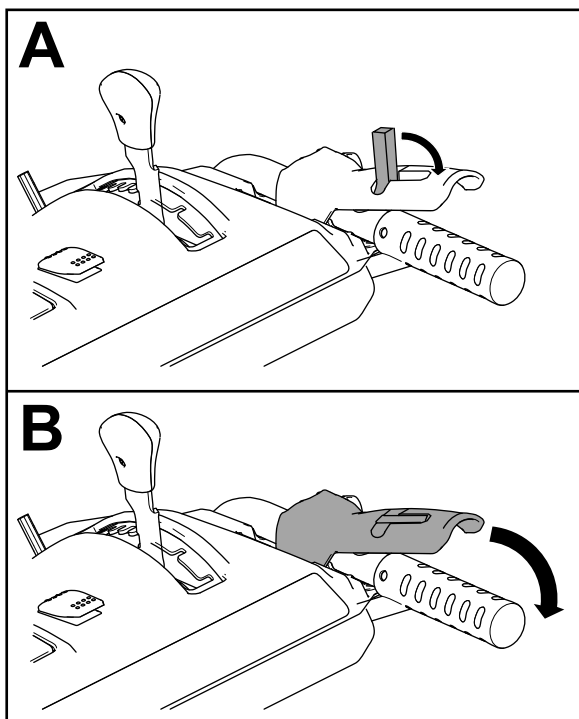

Figura 30
2. Innestate la leva della coclea/ventola e mantenetele in posizione (Figura 30).